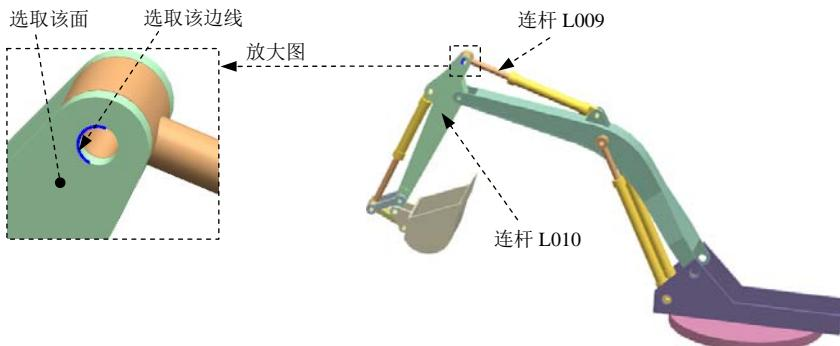

图10.8.27 定义共线副（三）
(1) 定义运动副类型。在“运动副”对话框**定义**选项卡的**类型**下拉列表中选择 **共线**选项。
(2) 选择连杆。选取图10.8.27所示的连杆L010。
(3) 定义原点及矢量。在“运动副”对话框 **指定原点**下拉列表中选取“圆弧中心” 选项，在模型中选取图10.8.27所示的圆弧为定位原点参照；选取图10.8.27所示的面作为矢量参考面。
(4) 添加啮合连杆。在“运动副”对话框的基本区域中选中 **啮合连杆**复选框，单击**选择连杆 (0)**，选取图10.8.27所示的连杆L009。
(5) 定义啮合连杆原点及矢量。在“运动副”对话框基本区域的 **指定原点**下拉列表中选取“圆弧中心” 选项，在模型中选取图10.8.27所示的圆弧为定位原点参照；选取图10.8.27所示的面作为矢量参考面。
(6) 单击**应用**按钮，完成第十一个运动副的添加。